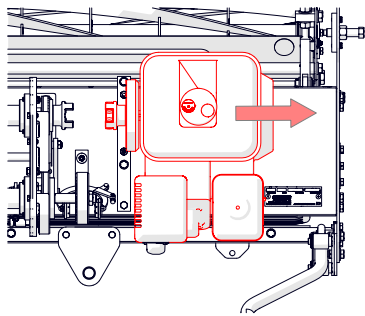

Fig. 15C - Deslizar el motor para separarlo del acoplamiento
4. Compruebe que el tapón del depósito de combustible y el tapón del aceite del motor estén bien sujetos. Deslice el motor hacia el lado derecho de la máquina y colóquelo con cuidado en un lado (Fig. 15C).